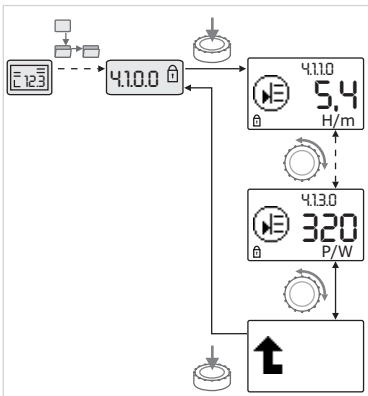

Fig. 40: Solicitar informaciones
- Girando el botón de mando, diríjase a los elementos de menú del tipo “Información” del submenú actual (ver Fig. 40). Para una explicación de las configuraciones representadas por símbolos, ver la tabla en el capítulo 8.7 “Referencia elementos de menú” en la página 173.